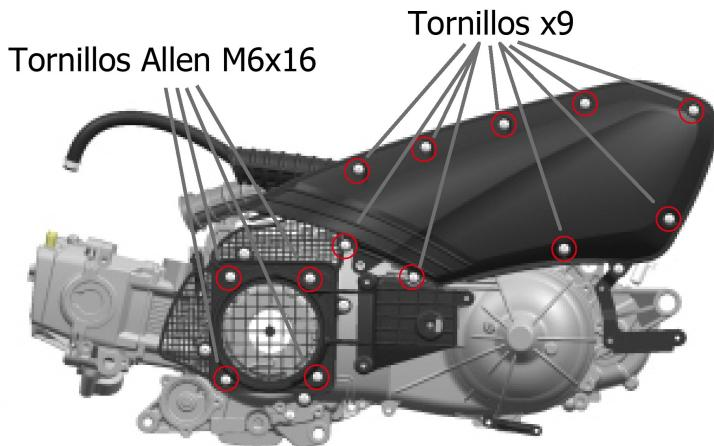

Figura 3
2. Como se muestra en la Figura 3, retire los 4 tornillos y retire la tapa de entrada de aire a la transmisión, luego retire el filtro de entrada de aire de la transmisión. Utilice una pistola de aire comprimido para eliminar el polvo del elemento del filtro de la transmisión desde el lado limpio (interior).
3. Como se muestra en la Figura 3, retire los 9 tornillos de la tapa del filtro del aire y la tapa para dejar a la vista el elemento filtrante.